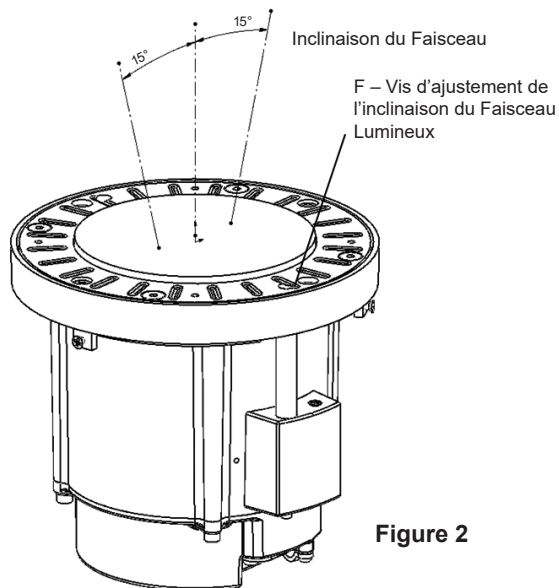

Figure 2
- 5) **REMARQUE :** Le puits doit être orienté correctement pour assurer le fonctionnement du dispositif d'inclinaison du faisceau lumineux dans la(les) direction(s) souhaitée(s) (consultez la Figure 2 et 3.) À l'emplacement désiré, percer un trou d'environ 3" plus large en diamètre et en profondeur que le boîtier. Le bord supérieur du boîtier devrait être au niveau fini ou légèrement au-dessus du niveau fini, ou au niveau de la surface du béton. Ajuster en ajoutant ou en retirant du gravier fin ou du matériau de drainage équivalent.
- a. Si installé dans du béton, le boîtier du puits en plastique devrait être fixé avec des barres de renforcement (barres d'armature) (non fournies). Verser le béton jusqu'au bord supérieur du boîtier du puits (D).
- 9) Replacer le luminaire (C) dans le boîtier du puits et visser les vis (E) retirées à l'étape no 3.
- 10) Au besoin, l'angle d'inclinaison du faisceau peut être ajusté jusqu'à 15° en tournant la vis d'ajustement (F) au-dessus du luminaire à l'aide de la clé hexagonale Allen de 3mm fournie. (Consulter la Figure 2 et 3.)
- 11) Réinstaller l'anneau décoratif (A) et les quatre vis de l'anneau décoratif (B) à l'aide de la clé hexagonale Allen de 3mm fournie.